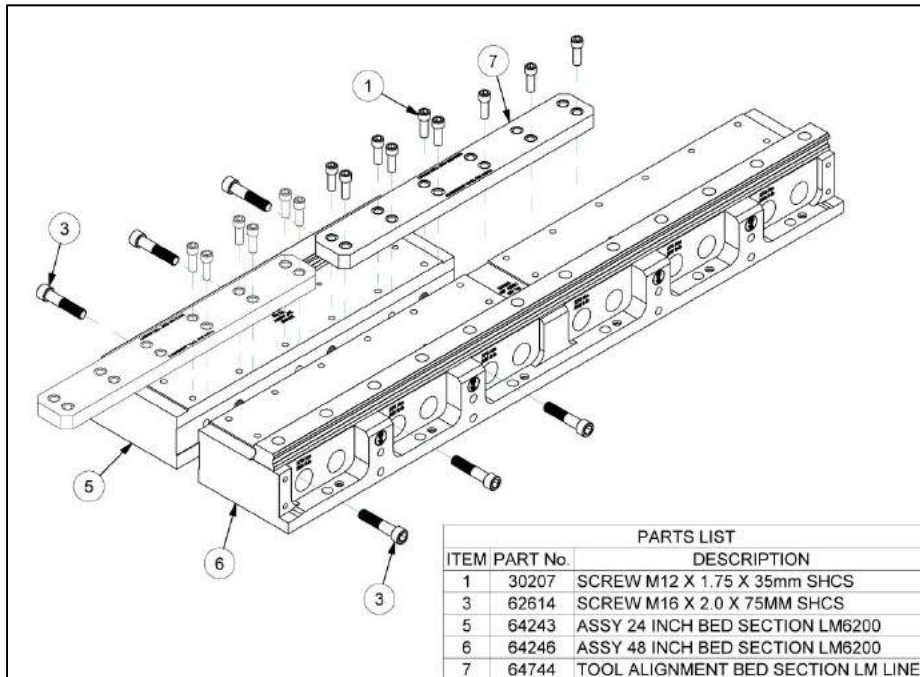

Figure 1
1. Installez une section de banc de 24 pouces (article 5) et de 48 pouces (article 6) comme cela est présenté en . sur la Figure 1.
3. Placez les deux outils d'alignement de banc (article 7) sur les sections comme cela est présenté en . sur la Figure 1.